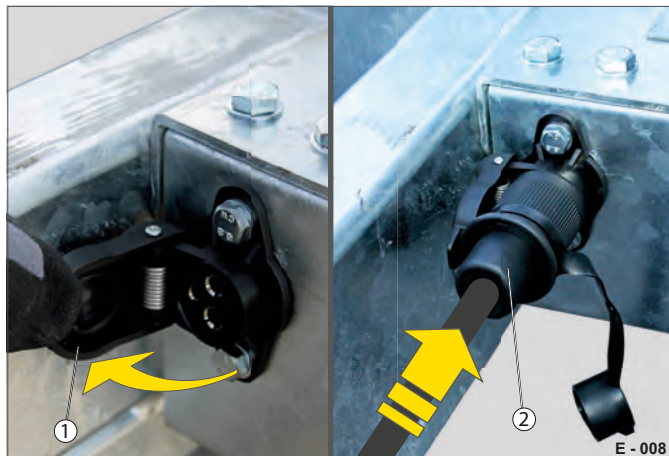

Abb. 8 Ladestecker einstecken
Die Batterie kann direkt mit einem geeigneten Fahrzeug-Ladegerät an den Polen angeschlossen oder mittels eines Ladesteckers (Abb. 8/2) komfortabel aufgeladen werden.
- ▶ Öffnen Sie den Deckel (Abb. 8/1).
- ▶ Stecken Sie den Stecker (Abb. 8/2) ein.